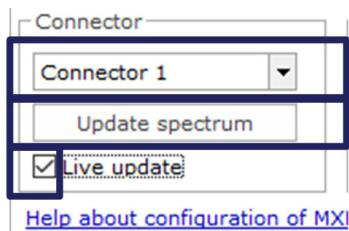

图5.9 更新光谱
- ▶ 在连接器框中更改所选的连接器（图5.9）。
- ▶ 要更新光纤光谱，请点击 Update spectrum（更新光谱）按钮（图5.9）。
- ▶ 如需持续更新，请勾选 Live update（实时更新）复选框（图5.9）。